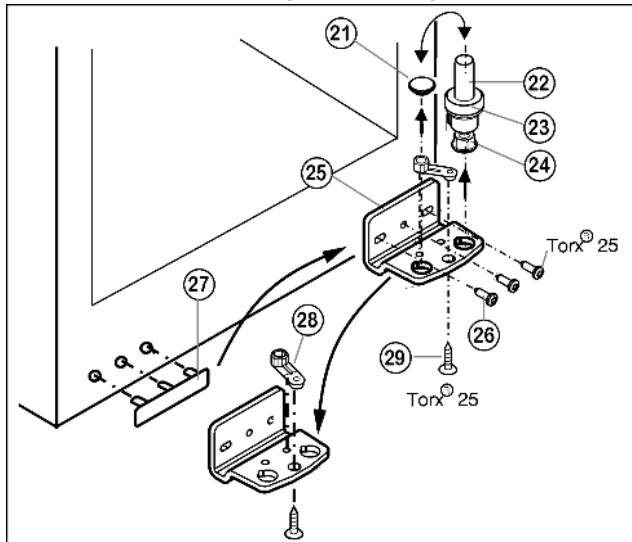

Fig. 5
- ▶ Lagerbout Fig. 5 (22) compleet met schijfje Fig. 5 (23) en stelootje Fig. 5 (24) naar boven eruit trekken.
- ▶ Stop Fig. 5 (21) eraf halen.
- ▶ Lagerbus Fig. 5 (25) losschroeven Fig. 5 (26).
- ▶ Lagerdeel Fig. 5 (28) losschroeven Fig. 5 (29) en in het tegenoverliggende opnamegat van de lagerbus omzetten en weer vastschroeven.
- ▶ Afdekking aan de greepzijde Fig. 5 (27) voorzichtig optillen en op de tegenoverliggende zijde plaatsen.
- ▶ Lagerbus Fig. 5 (25) aan de nieuwe scharnierzijde evt. met behulp van een accuschroevendraaier weer **goed (met 4 Nm)** vastschroeven.
- ▶ Stop Fig. 5 (21) weer in het andere gat plaatsen.
- ▶ Lagerbout Fig. 5 (22) compleet met schijfje en stelootje weer aanbrengen. Er daarbij op letten, dat de sluitnok naar achter wijst.